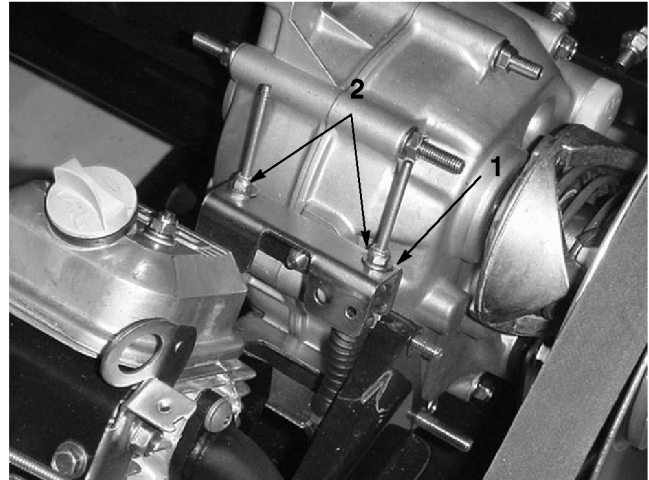

Figura 40
Para realizar operaciones de mantenimiento de rutina y/o diagnósticos del motor, debe ponerse el transeje en punto muerto (Figura 40). El selector de marchas del vehículo dispone de una posición de punto muerto, que controla el punto muerto del transeje. Deben tomarse las siguientes medidas para asegurarse de que la palanca de
2. Asegúrese de que la pletina de punto muerto está en posición de punto muerto (nivelada) girando el embrague (Figura 40). El vehículo no debe desplazarse ni hacia adelante ni hacia atrás. Si lo hace, mueva manualmente la pletina de punto muerto a la posición de punto muerto.
3. Apriete una de las contratuercas (Figura 40) justo lo suficiente como para eliminar la holgura del cable de cambio.